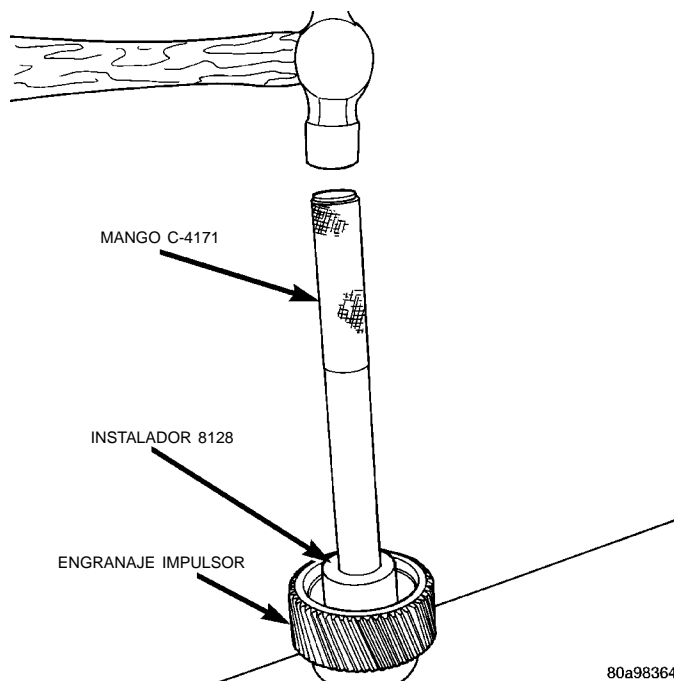

Fig. 55 Instalación del cojinete de guía del engranaje impulsor
(10) Instale el nuevo cojinete de guía con el Mango C-4171 y el Instalador 8128 (Fig. 55).